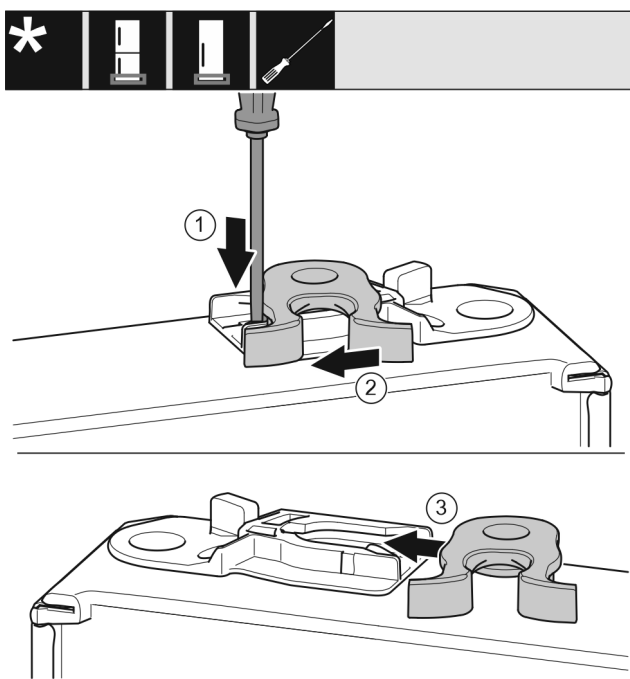

Fig. 18
- Plochým šroubovákem přitlačte lamelu dolů. Fig. 18 (1)
- Vytáhněte petlici z vedení. Fig. 18 (2)
- Petlici zasuňte do vedení na druhé straně. Fig. 18 (3)